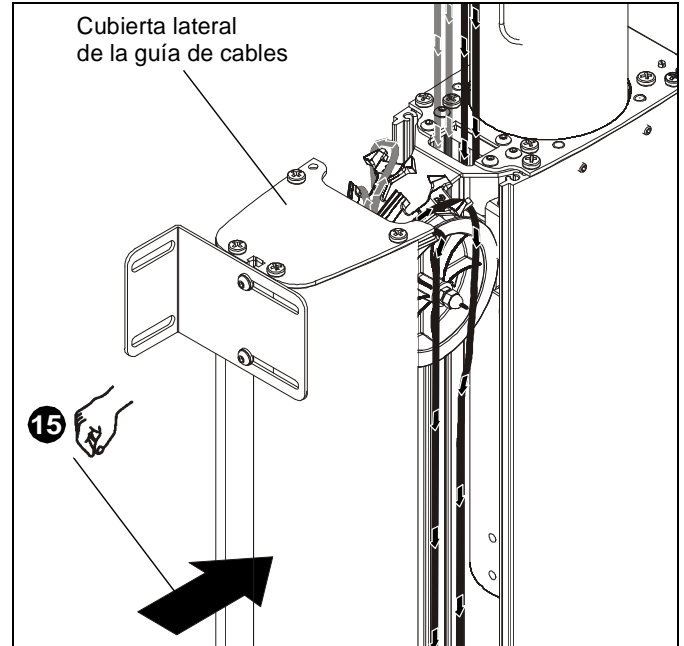

Figura 21
15. Deslice la cubierta lateral de la guía de cables sobre el soporte CM2 y alinee los dos orificios de dicha cubierta con los dos orificios del soporte. (Consulte la Figura 21)